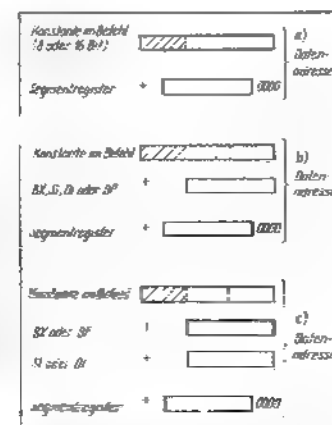

Bild 5.1 Adressierungsarten des 8086
Bei der direkten Adressierung von Speicherplätzen werden konstante Adressen numerisch oder als Symbol angegeben (Bild 5.1 a).
Die Registerangabe erfolgt in eckigen Klammern (Bild 5.1 b).
- OFFSET = [BX + SI] oder [BX + DI] oder [BP + SI] oder [BP + DI] (Bild 5.1 c)
Bei **MOV**-Befehlen sind für den Speicherzugriff die im Abschnitt 5.2.1 genannten direkten und indirekten Adressierungsarten mit den Standard-Zuweisungen zu den Segmentregistern möglich (Bild 5.1).